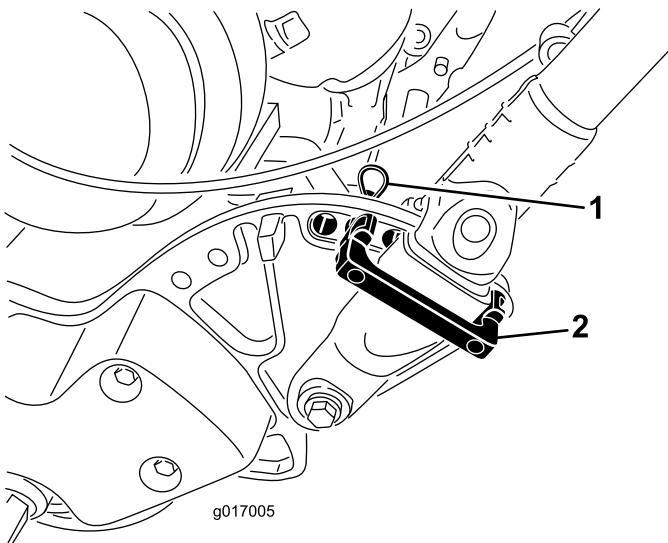

Figura 27
1. Retire las chavetas de los seguros del retención del manillar en cada lado de la máquina (Figura 27).
2. Sujetando el manillar, retire las chavetas de cada lado y gire el manillar a la posición de operación deseada (Figura 27).